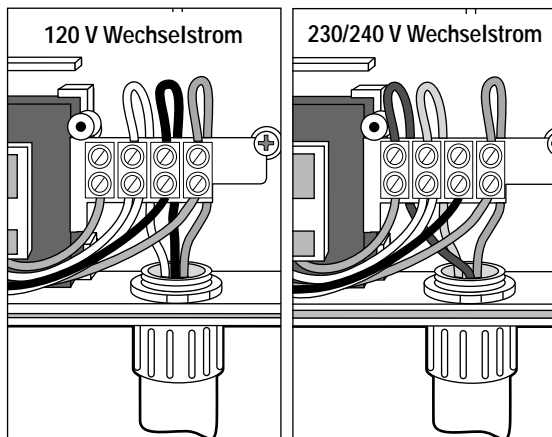

Abbildung 6 - Anschließen der Strom- und Erdungsleiter an den Anschlußklemmblock
- Die Leiter hinter der Anschlußklemmblockeinheit entlangführen. An jedem Leiterende 9,5 mm der Isolierung entfernen und die Leiter wie in **Abbildung 6** dargestellt in die jeweiligen Anschlüsse stecken.